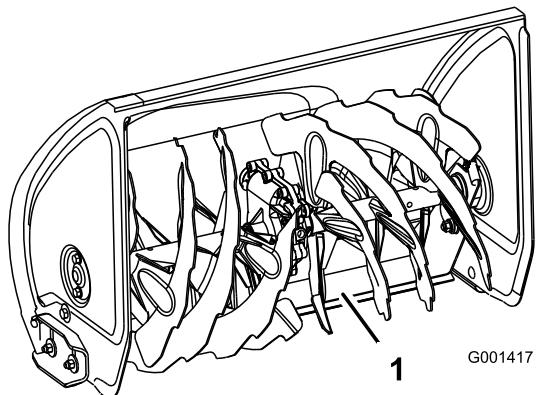

Figure 46
- Appuyez sur les poignées pour permettre à la lame racleuse pivotante de s'avancer au maximum, puis abaissez l'avant de la machine de sorte que le bord avant de la lame racleuse touche le sol (Figure 46).